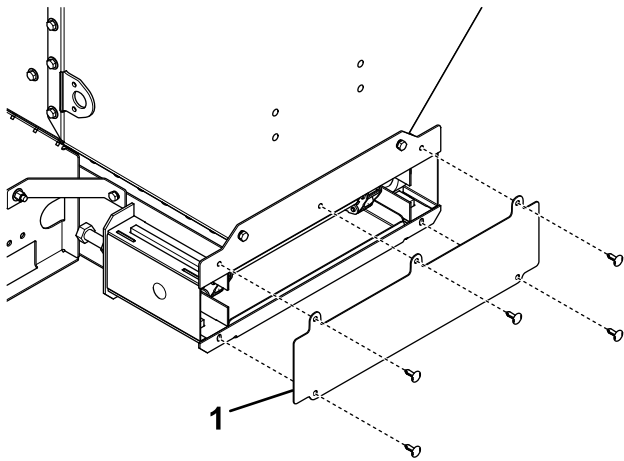

Figura 25
2. Retire la cubierta trasera, como se muestra en la Figura 25.